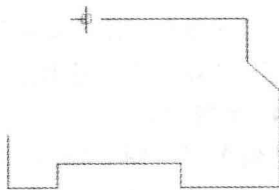

图 2-16 绘制长度为 65mm 的直线
11) 绘制长度为 65mm 的直线。拖动光标向左, 通过键盘输入“65”, 按回车键, 操作结果如图 2-16 所示。